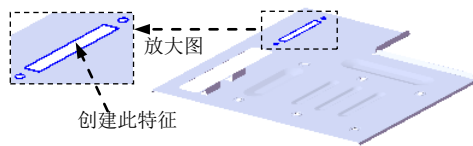

图 17.10.101 创建切除一拉伸 5
Step30. 创建图 17.10.101 所示的切除一拉伸 5。